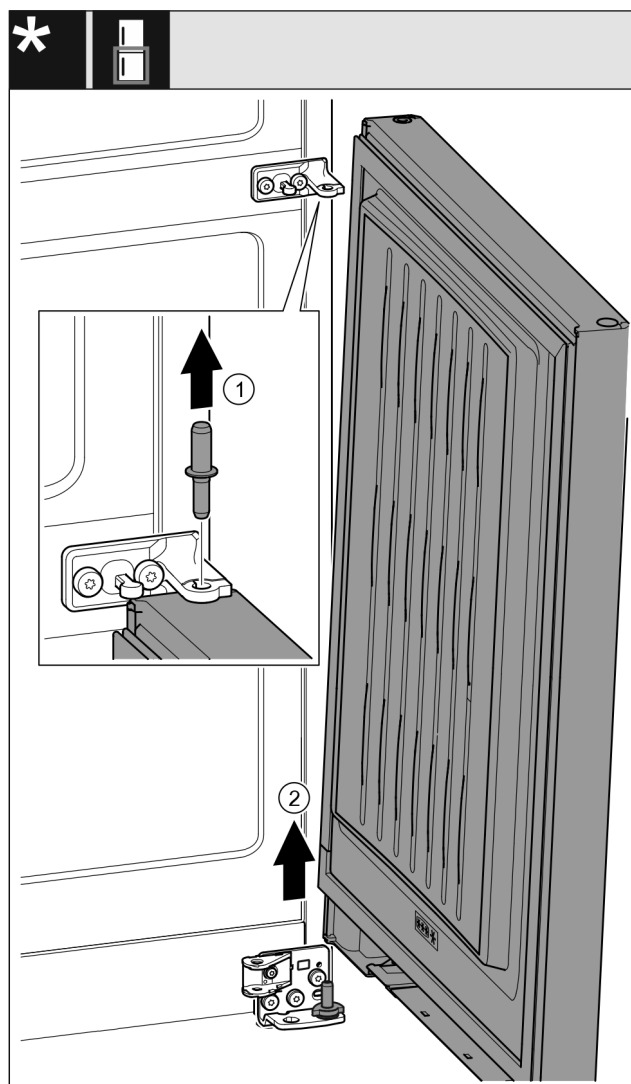

Fig. 25 *
- ▶ 向上拉出螺栓 Fig. 25 (1)。*
- ▶ 冰箱门 Fig. 25 (2)向外旋转，向上拉出后放在旁边。*